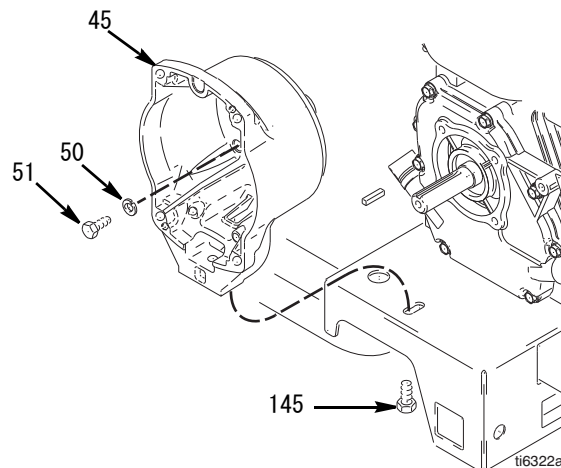

図. 11
3. 図 . 11. スプレー装置カートの下にあるワイヤハーネスから、クラッチ (+) とクラッチ (-) コネクタを外します。
2. 図. 11。クラッチハウジング (45) をエンジンに固定している 4 本のネジ (51) およびロックワッシャ (50) を外します。
3. 取り付けプレート (D) の下からネジ (145) を外します。
4. クラッチハウジング (45) を外します。
1. 図. 11。クラッチハウジング (45) を押しします。
2. 4 本のネジ (51) およびロックワッシャ (56) を取り付け、クラッチハウジング (45) をエンジンに固定します。200 in-lb (22.6 N·m) のトルクで締めます。
3. 取り付けプレートからネジ (145) を取り付けます。26 ft-lb (35.2 N·m) のトルクでネジを締めます。